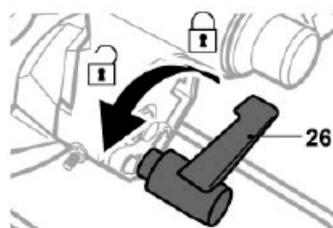

Fig. 49
- > Desserrez la manette de verrouillage de biseau [26] et tournez la poignée [1] vers la gauche jusqu'à ce que le pointeur [18] indique l'angle souhaité sur l'échelle de biseau [17]. Puis resserrez la manette de verrouillage de biseau [26] (Fig. 49, 50).